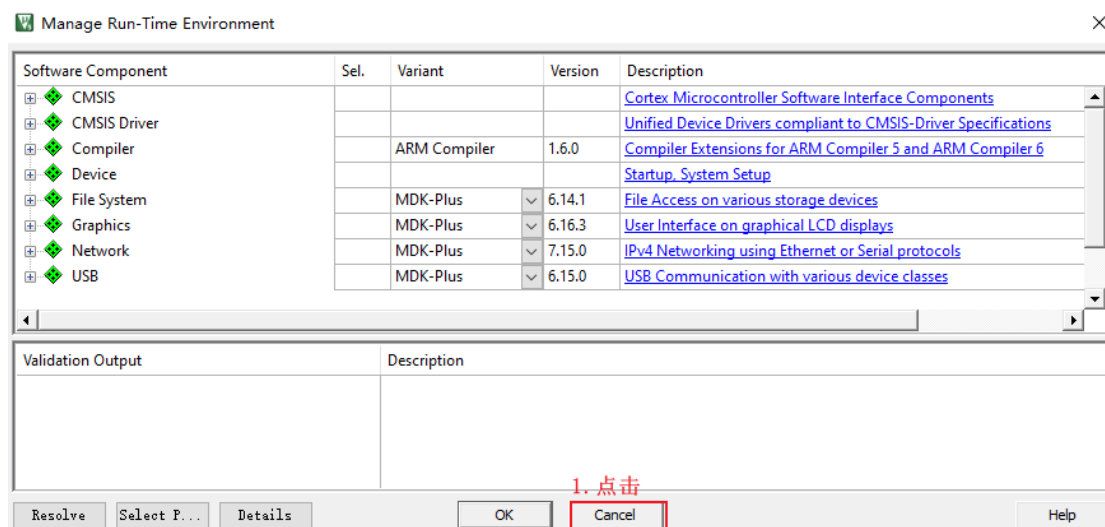

图 1.23 Manage Run-Time Environment 界面
4. 弹出 Manage Run-Time Environment 的对话框, 如下图 1.23 所示。